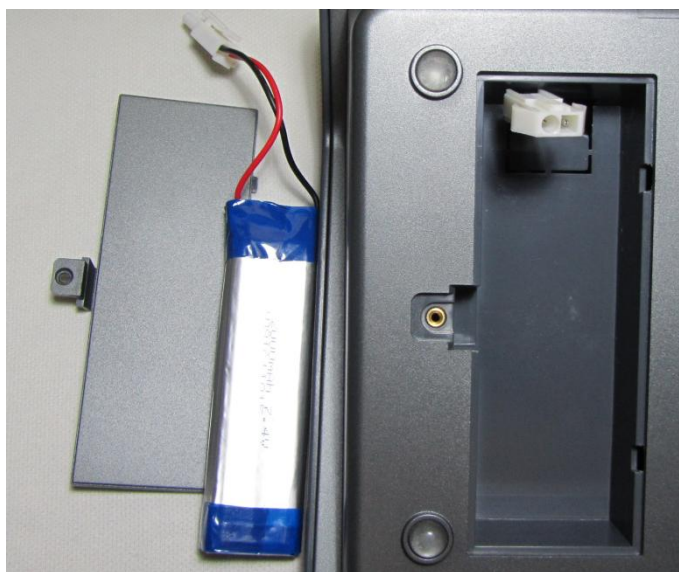

图 3-16
- 按下锂电池连接线头，拔出连接线头，取下锂电池，如图 3-16 所示。